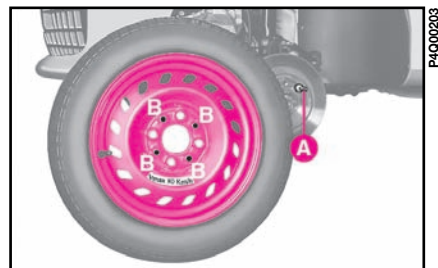

fig. 7
9) Monter la roue de secours, en veillant à ce que l'ergot **A**-fig. 7 coïncide avec l'un des trous **B** présents sur la roue.